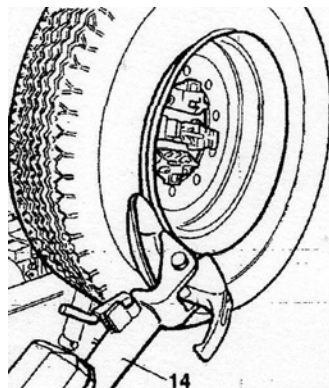

Рисунок 14
8.3.3 Опустите рычаг монтажного инструмента (поз. 14, Рисунок 14) в рабочее положение.